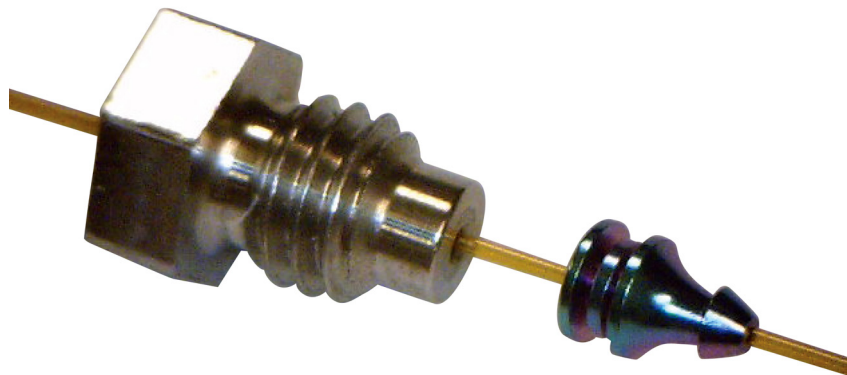

Figura 10. Anilha acoplada à coluna e à porca interna
- 7 Usando a chave de boca fixa de 1/4 pol., gire a porca interna 15 a 20 graus adicionais no sentido horário para garantir que a anilha seja adequadamente acoplada à coluna. Consulte **Figura 10**.